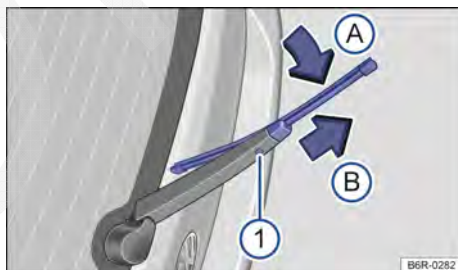

Fig. 272 Na parte traseira do veículo: substituir a palheta do limpador do vidro traseiro (Passat Variant).
- Manter pressionado o botão de destravamento → Fig. 272 ①.
- Inclinar a palheta do limpador do vidro no sentido do braço do limpador do vidro → Fig. 272 (seta ①) e ao mesmo tempo retirar no sentido da seta ②. Para isto, poderá ser necessário um esforço maior.
- Introduzir a nova palheta do limpador do vidro traseiro **de mesmo tamanho e versão** no braço do limpador do vidro traseiro no sentido contrário da seta ②, até que ela se encaixe. Aqui a palheta deverá estar em posição dobrada (seta ①).